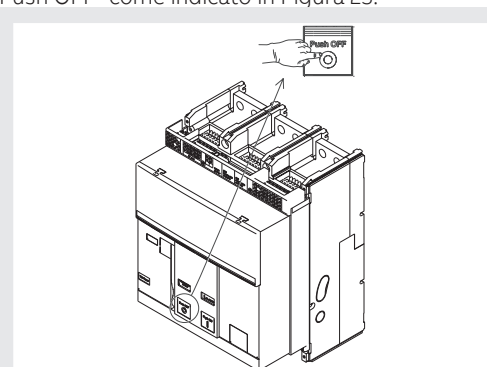

Figura 23
6. Apertura - Premere il pulsante di apertura "O - Push OFF" come indicato in Figura 23.